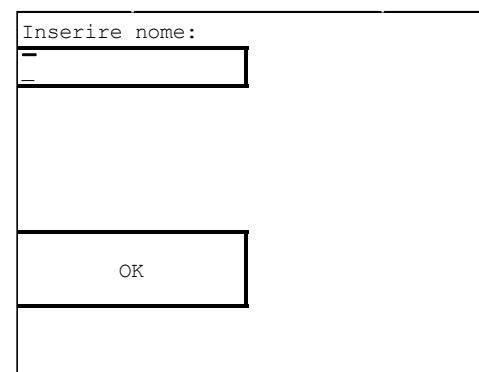

Fig.17
1. premere la manopola encoder per abilitare la routine di inserimento del nome da assegnare al programma (vedi fig.17);